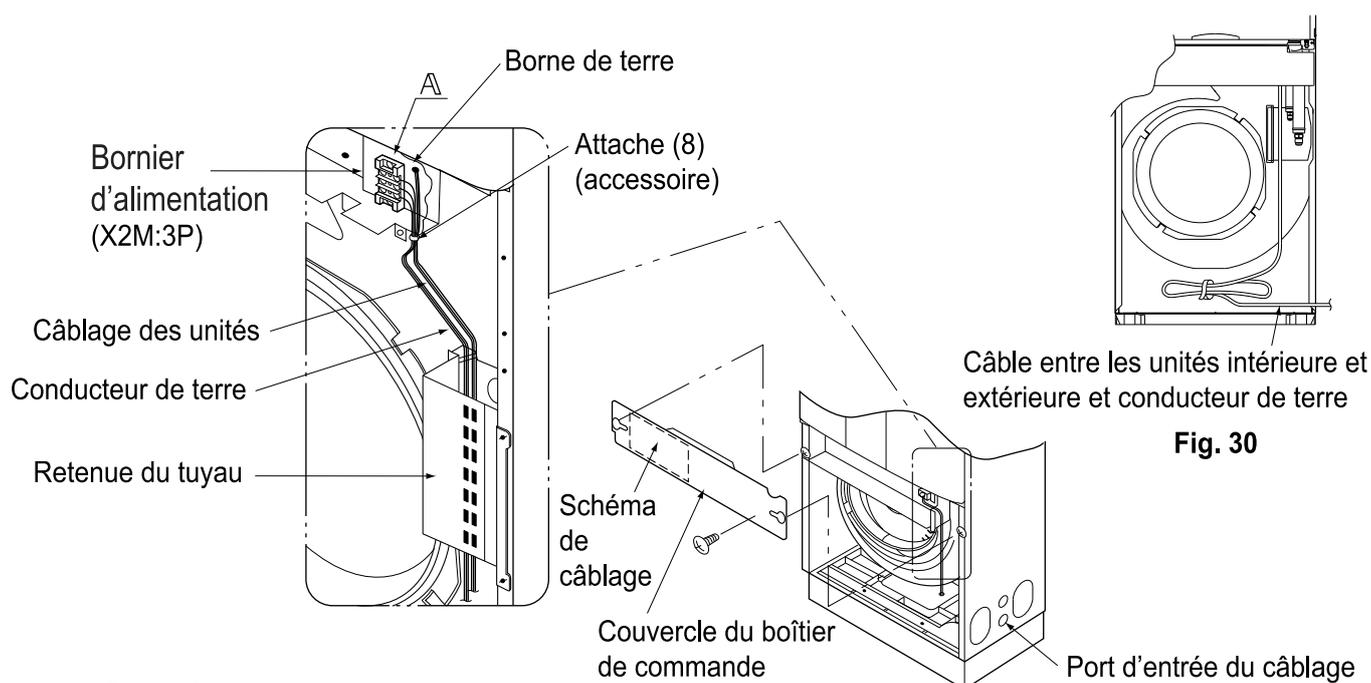

Fig. 30
- Passez les câbles de raccord des unités et les conducteurs de terre dans la plaque de maintien de la tuyauterie. Fixez les câbles de raccord des unités et le conducteur de terre à la retenue de la tuyauterie. Rangez soigneusement l'excédent de câble comme indiqué sur la **fig. 30**. Les câbles risquent d'entrer en contact avec d'autres pièces, telles que le ventilateur, et l'unité intérieure risque d'être endommagée.